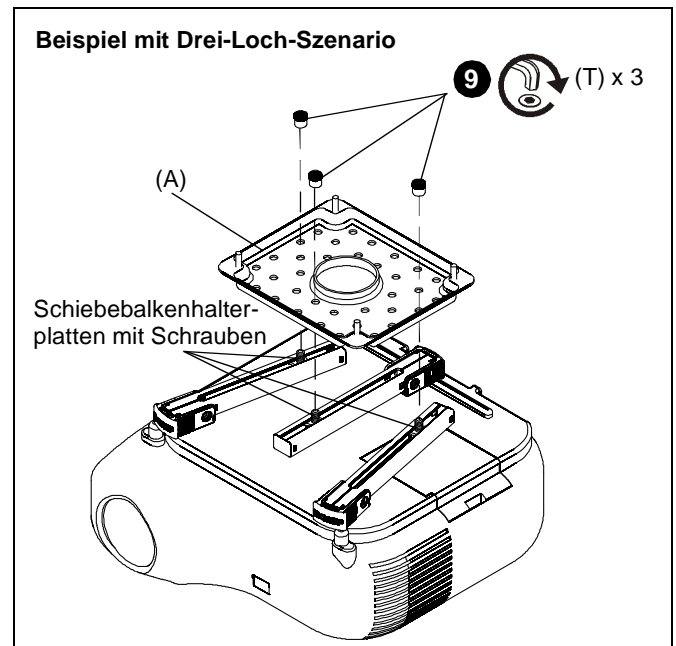
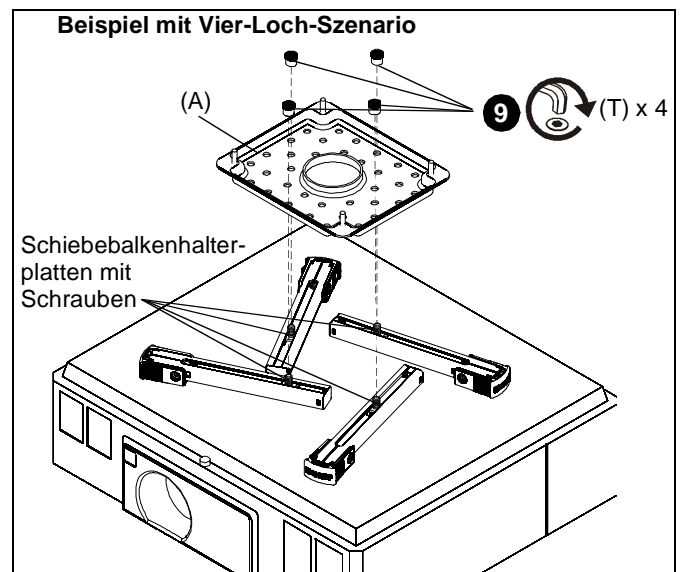

Abb. 6
Abb. 7
- Richten Sie die Beine so aus, dass die Schiebepaltenhalterplatten mit den Schrauben zur Mitte des Projektors zeigen. (See Figure 6) und (See Figure 7)
- Positionieren Sie die Schiebepaltenhalterplatten mit den Schrauben so, dass die SLBU- oder SLMU-Hauptplatte (A) in ebener Lage auf die Beine montiert werden kann. (See Figure 6) und (See Figure 7)
- Befestigen Sie die Inbusmutter (T) mit einem 1/4"-Inbusschlüssel (U) an die Schrauben auf den Schiebepaltenhalterungen. (See Figure 6) und (See Figure 7)